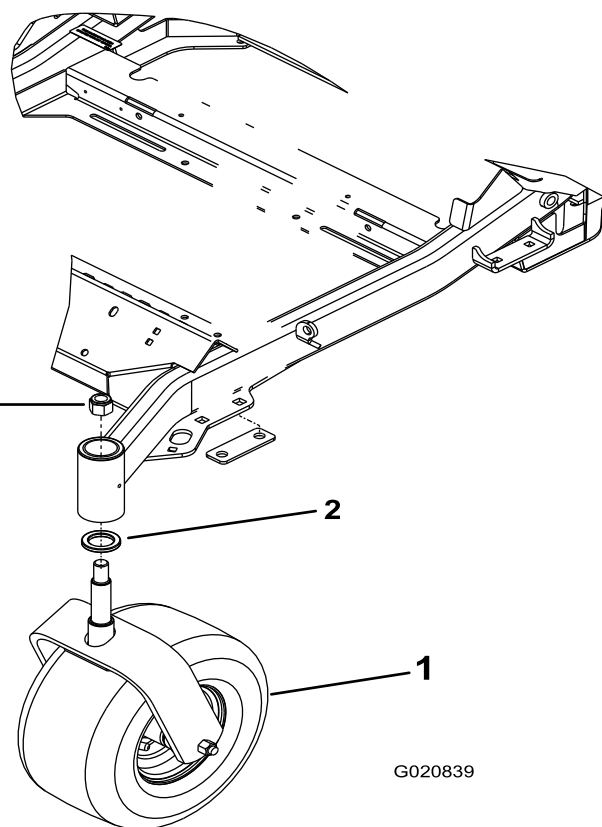

Figura 4
1. Introduzca la junta en el bastidor (Figura 4).